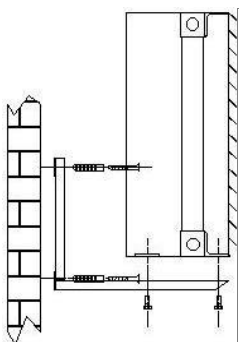

Рис. 4 - Крепление тепловентильаторов
7.3. Тепловентильаторы крепятся к стене вертикально при помощи кронштейна, входящего в комплект поставки (рис.4).